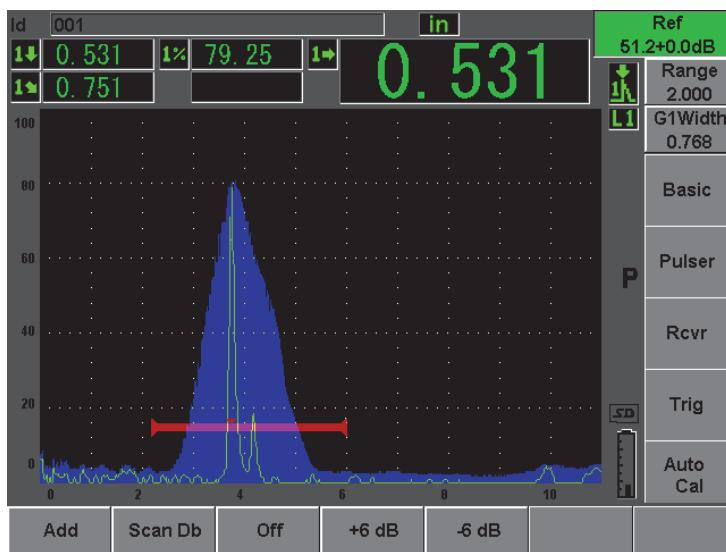

Рис. 10-25 Настройка опорного усиления
5. Используйте параметры **Add** (Добавить), **Scan Db** (Скан дБ), **+6 dB, -6 dB** и **Off** (Выкл.) для настройки усиления сканирования после того, как опорное усиление (**Ref**) станет активным (см. Рис. 10-25 на стр. 192). Дополнительную информацию по этим параметрам см. в разделе 6.3 на стр. 119.